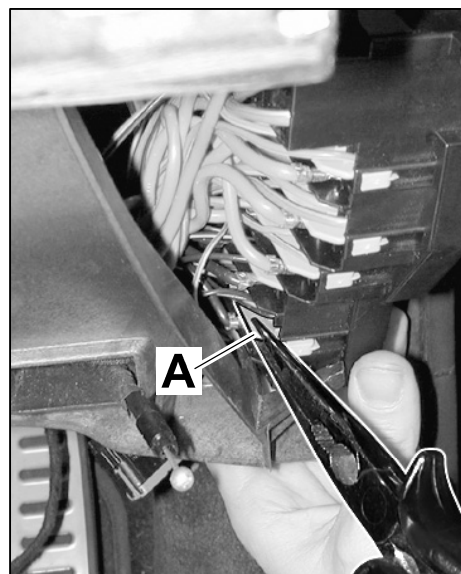

Bild 22
- 6.5 Verriegelungsstift $\Rightarrow$ Bild 22 -**A**- aus Sicherungsträger ziehen.